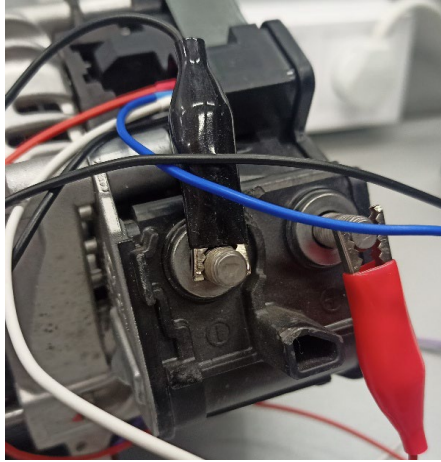

Рисунок 29. Підключення діагностичного кабелю до силових клем
2.2. Підключіть червоний затискач до «B+», а чорний затискач до «B-» — до силових клем генератора (див. рис. 29).